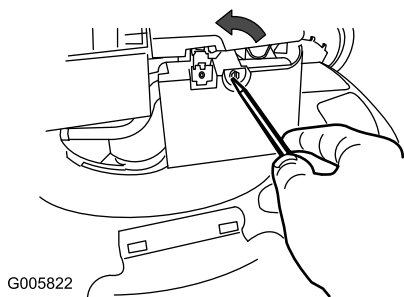

Рисунок 19
1. Используя отвертку, откройте крышку воздушного фильтра (Рисунок 19).